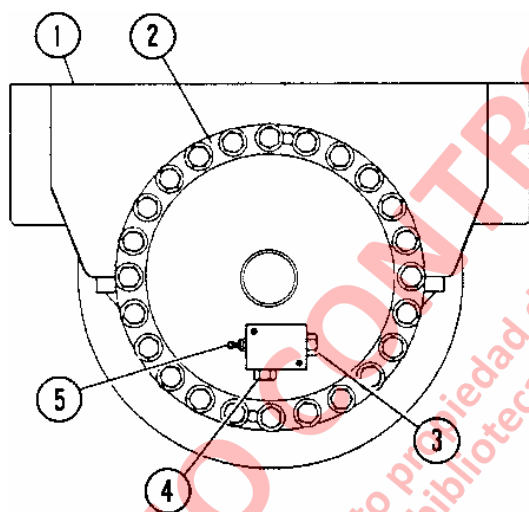

FIGURA 2-1. VALVULA DE CARGA DE LA SUSPENSION
- a. Saque la tapa de la válvula de carga (5, Figura 2-1).